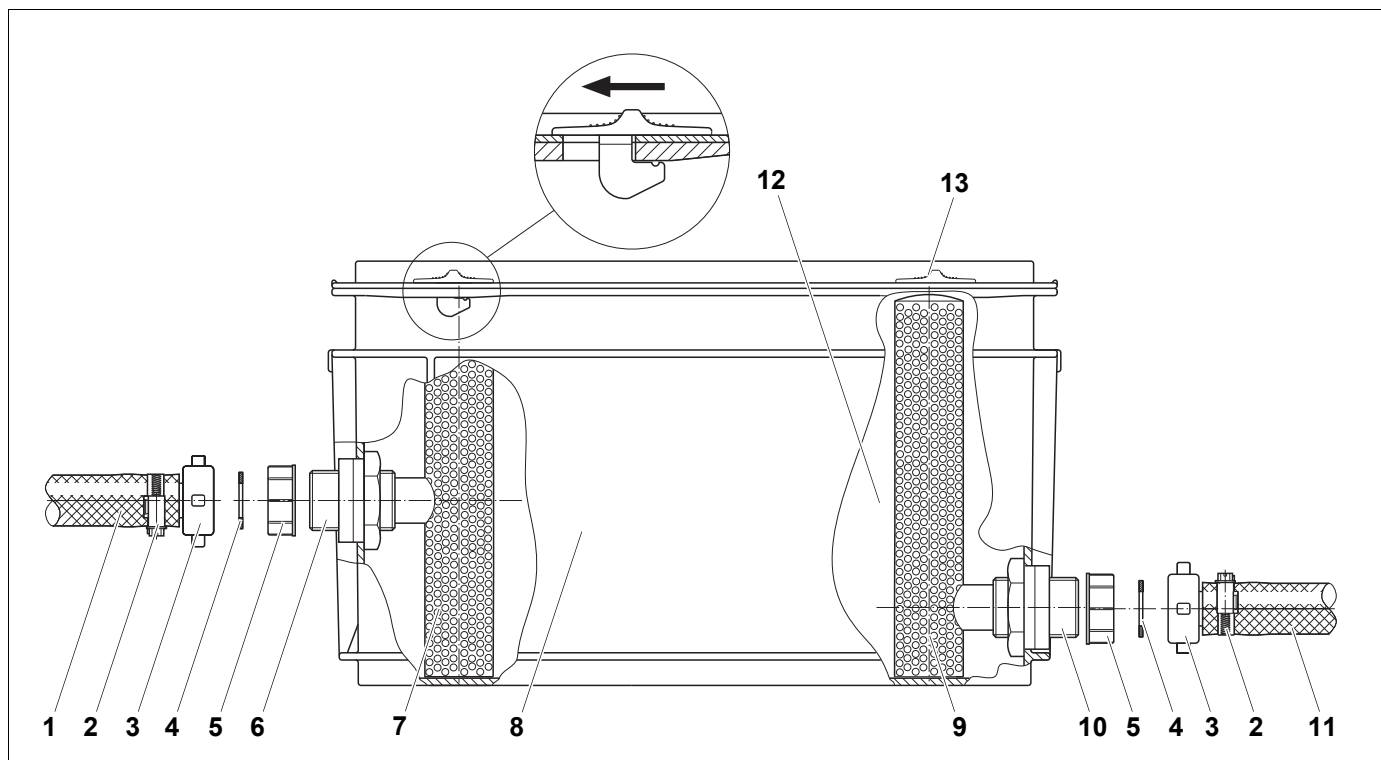
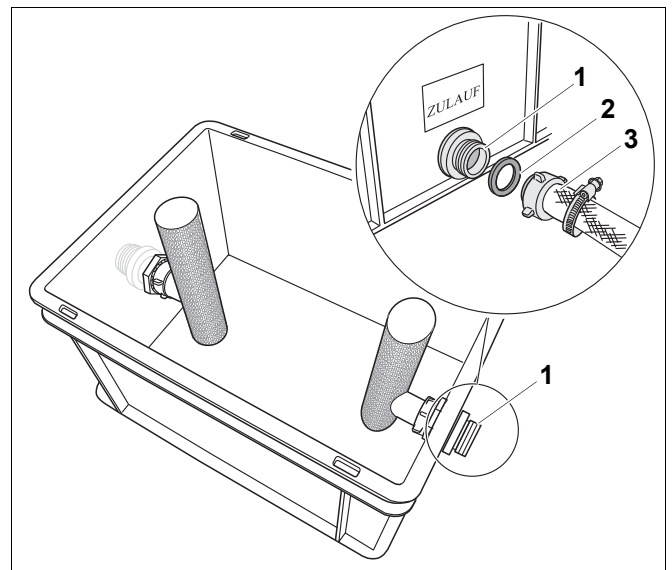

Рис. 1 Устройство нейтрализации
Рис. 3 Подсоединение шланга
- Отверните желтые крышки (рис. 1, поз. 5, стр. 3) со штуцеров.
- Обрежьте подающий шланг (рис. 1, поз. 11, стр. 3) до нужной длины и соберите отдельные детали в указанной последовательности (рис. 3, поз. 2 и 3).
- Обрежьте предварительно собранный сливной шланг (рис. 1, поз. 1, стр. 3) до нужной длины и наверните на сливной штуцер.
Конец сливного шланга (рис. 1, поз. 1, стр. 3) должен быть хорошо виден, чтобы в любое время можно было контролировать работу устройства нейтрализации.
- Очистите корпус нейтрализатора (рис. 1, поз. 8, стр. 3).